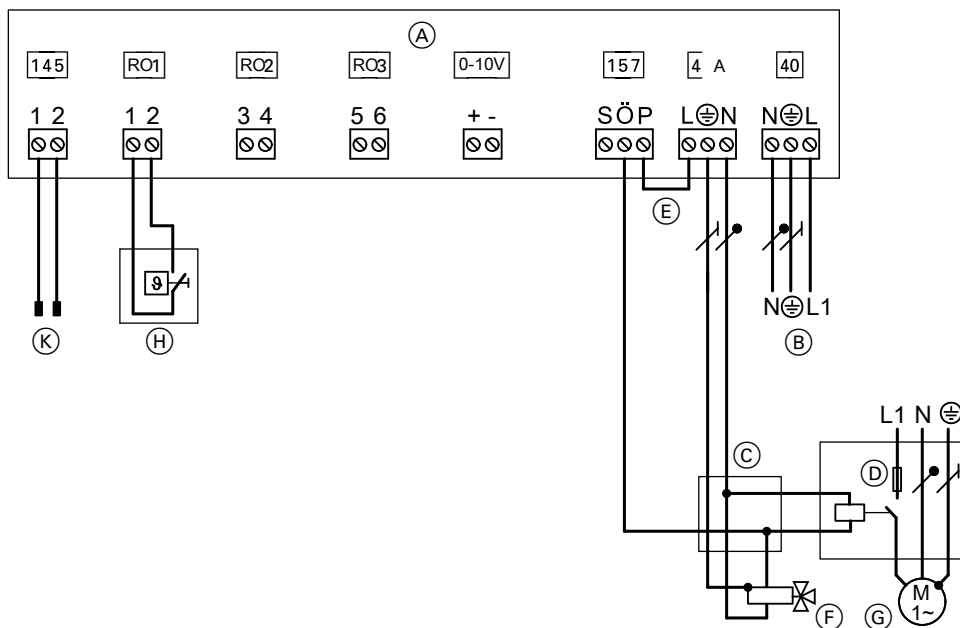

Fig. 46
- Racordurile la extensia EA1 se vor realiza **numai** conform fig. 46.